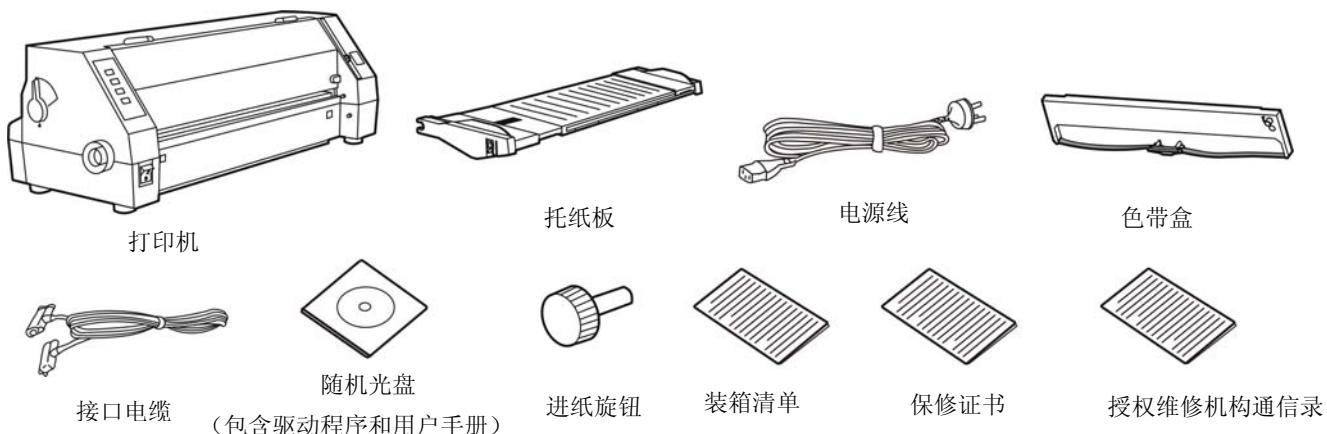

图 2-1 包装箱内物品清单
在打印机包装箱内，应具有以下各项物品：(1) 打印机；(2) 托纸板；(3) 电源线；(4) 色带盒；(5) 接口电缆；(6) 随机光盘；(7) 进纸旋钮；(8) 装箱清单；(9) 保修证书；(10) 授权维修机构通信录。请核对图 2-1 所示物品清单。如有任何东西遗失，请联络经销商。